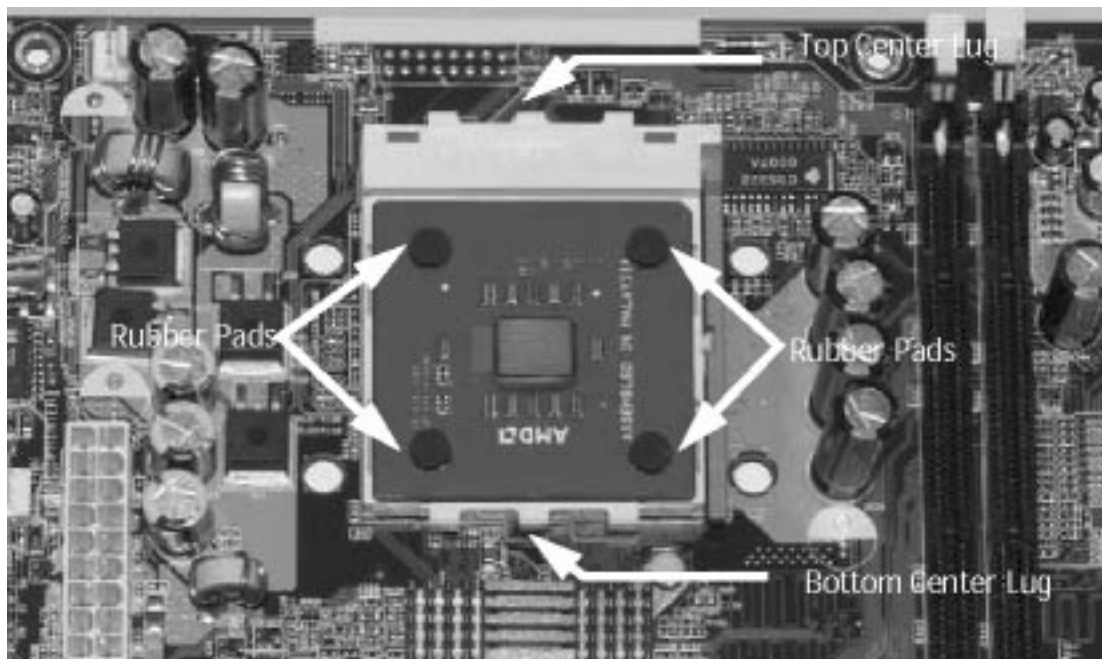

Figura 5. Processore installato e leva abbassata.
5. La Figura 5 mostra il processore installato e la leva di rilascio abbassata per mantenere in posizione il processore. Una volta installato correttamente il processore, possono essere collegati anche il dissipatore e il ventilatore.